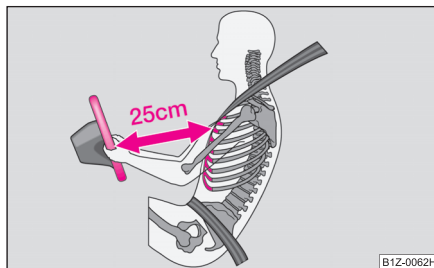

Fig. 100 Bonne distance
- Le conducteur doit être au minimum à 25 cm du volant ⇒ fig. 100. Les airbags ne peuvent pas vous protéger si vous en êtes plus près – danger mortel!